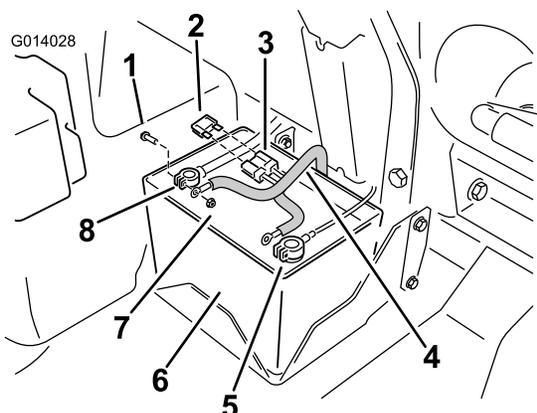

Figura 17
- 4. Ligue o terminal de anel positivo, vermelho, na cablagem eléctrica ao dispositivo de ligação ao cabo vermelho da bateria (Figura 17).
- 5. Ligue o terminal de anel negativo, preto, ao cabo negativo da bateria (Figura 17).
- 8. Na bateria, instale o fusível no conector aberto na cablagem (Figura 17).